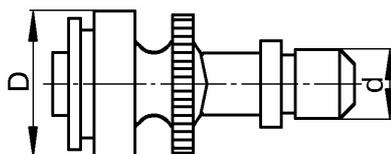

Рис.36.
4.2.10 Валик 2101-1011235 привода масляного насоса, рис.36.